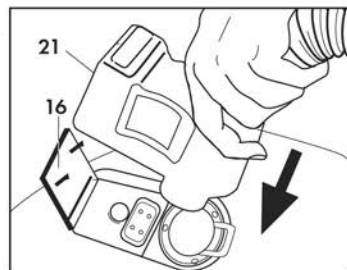

Fig. 6
Abrir totalmente a tampa de presa dos acessórios (16) e inserir o engate rápido do tubo flexível (21) na presa colocada na parte dianteira do aparelho, pressionando a fundo. Fechar a tampa da presa de acessórios (16) no corpo do engate rápido verificando que as duas partes se engatem. (Fig. 6)